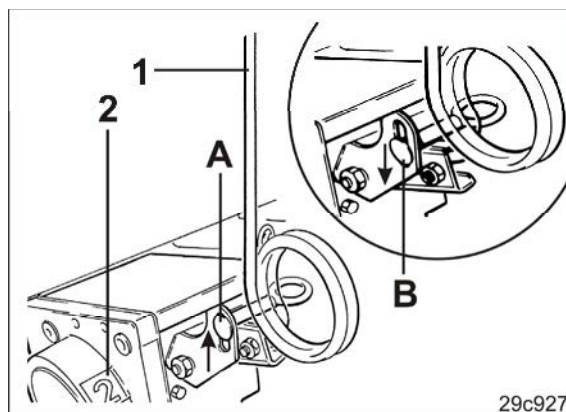

Рис. 194
2. Потяните за рычаг управления (Рис. 194/1) распределительной коробки, если число (Рис. 194/2) в окне распределительной коробки показывает «0». Счетчик технологических колеи не должен показывать «0».
3. Ослабьте зажимный винт (Рис. 194/A), переместите его в продольном пазу вниз и затяните (см. Рис. 194/B).
Счетчик технологических колеи (Рис. 194/2) не должен показывать «0». В противном случае постоянно создаются технологические колеи.